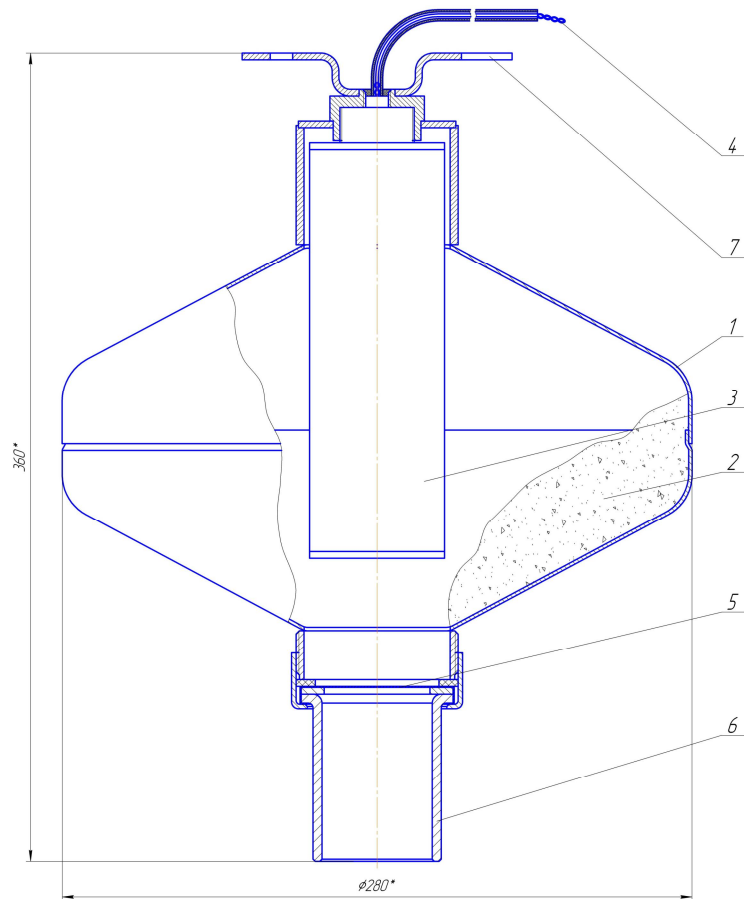

Рис. 2
3.1.1 МПП (рис. 2) состоит из корпуса 1, в котором размещаются огнетушащий порошок (ОП) 2 и газогенерирующий элемент (ГГЭ) 3 с электроактиватором 4. В нижней части корпуса, выходное отверстие которого перекрыто мембраной 5, находится насадок-распылитель 6. Соединительные провода электроактиватора ГГЭ 3 выведены через герметичный узел в корпусе МПП. В верхней части модуль снабжен кронштейном 7 для крепления к потолочному перекрытию.